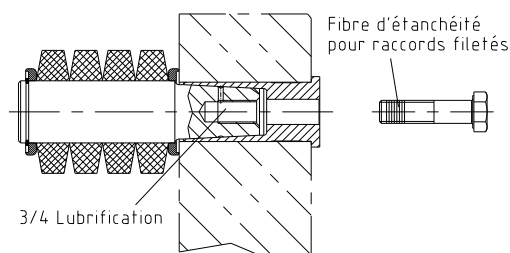

Figure 18 : Nettoyage du trou taraudé
- Enrouler du fil d'étanchéité pour filetage Loctite 55 autour de la vis. Pour ce faire, laisser les 2-3 premiers filets libres afin que la vis puisse être bien vissée (voir fig. 18).